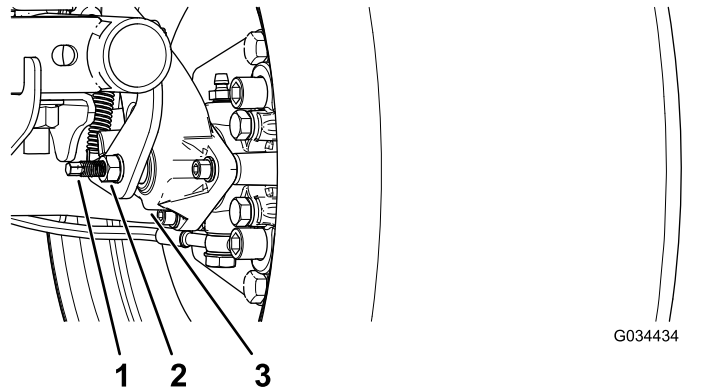

Figure 63
3. Utilisez 2 clés, une pour maintenir le tenon de réglage en place sur l'étrier et l'autre pour desserrer l'écrou de blocage de 1/4 de tour (Figure 63).
4. Tout en maintenant le tenon de réglage et l'écrou de blocage en place, tournez le tenon pour le serrer (Figure 63).
5. Tout en maintenant le tenon de réglage et l'écrou de blocage en place, tournez le tenon en arrière de 1/4 de tour (Figure 63).
6. Tout en maintenant le tenon de réglage et l'écrou de blocage en place, serrez l'écrou de blocage (Figure 63).